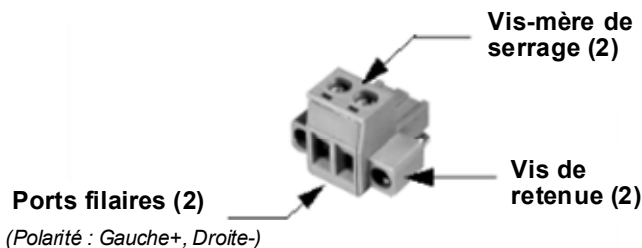

Figure 4. Connecteur d'alimentation CC
4. **Connexion de l'alimentation primaire.** L'alimentation d'entrée doit être entre 10,0 et 30 Vcc et doit être capable de fournir au moins 2,5 ampères. Un connecteur d'alimentation avec des bornes à vis est fourni (voir Figure 4). Dénudez les fils métalliques sur 6 mm (1/4 pouce) et insérez-les dans les ports. Respectez la polarité indiquée ci-dessous. Serrez fermement les vis de serrage.